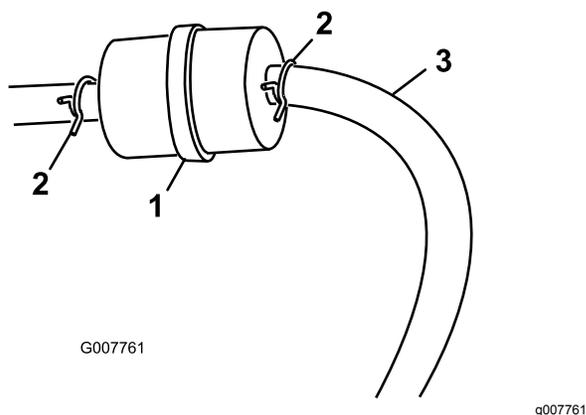

Figura 26
3. Premete le estremità delle fascette stringitubo ed allontanatele dal filtro (Figura 26).
5. Montate un nuovo filtro ed avvicinate le fascette stringitubo al filtro (Figura 26).
3. Allentate la fascetta stringitubo e spostatela in alto sul tubo del carburante, lontano dal filtro del carburante (Figura 26).
4. Scollegate il tubo del carburante dal filtro del carburante (Figura 26).
Nota: Lasciate spurgare il carburante in un contenitore o una bacinella di spurgo (Figura 26).
5. Collegate il tubo del carburante al filtro del carburante. Infilate la fascetta vicino al filtro del carburante, per fissare il tubo del carburante (Figura 26).